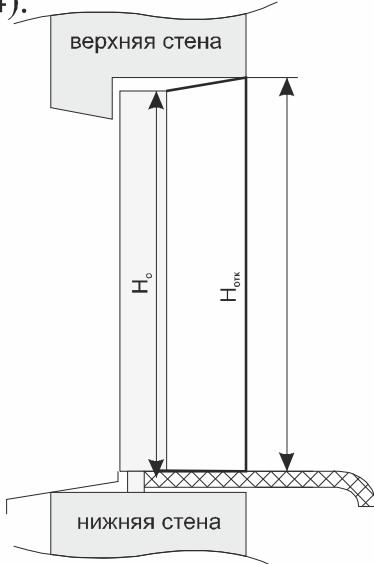

Рис. 14
- 5) Длина боковых (вертикальных) откосов $H_{отк}$ = высота оконного проема (H_o) + min 100мм (Рис.14).